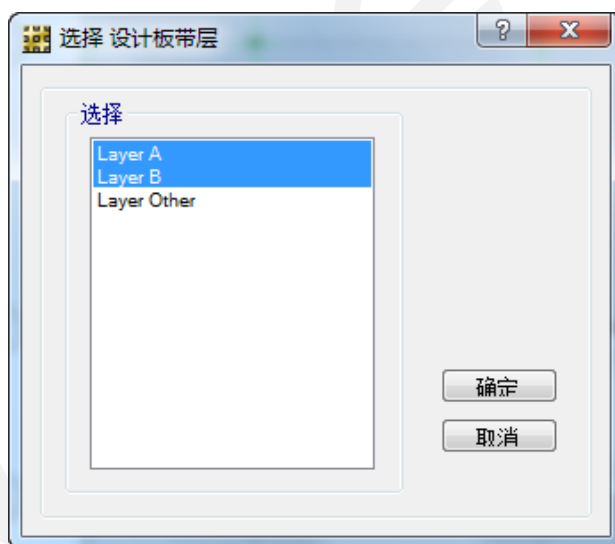

图29 选择设计板带层对话框
- L. 点击命令**选择菜单> 选择> 属性> 设计板带层** 打开选择设计板带层对话框，如图 29 所示。